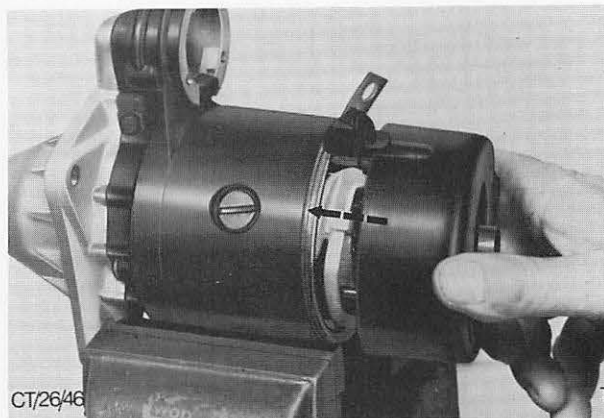

Abb. 76 Gummi-Isolator in die Aussparung im Kollektorschild einsetzen
19. Kollektorschild am Polgehäuse ansetzen und über die Gewindestifte (falls vorhanden) führen, dabei den Gummi-Isolator in die Aussparung im Schild einsetzen, Abb. 76. Kollektorschild mit zwei Müttern und Scheiben bzw. mit zwei Verbindungsschrauben befestigen.